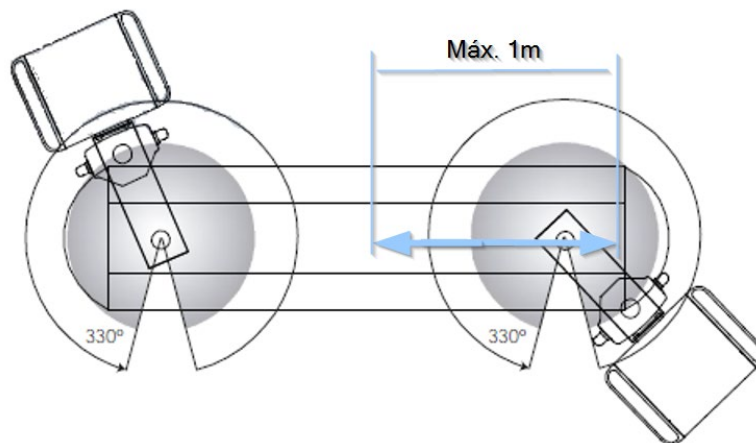

Abb. 23 Einstellung der Endanschläge für die Verschiebung. Maximaler Hub
Das System wird standardmäßig mit den beiden Anschlängen ② und der Befestigungsschraube ① geliefert, die wie in Abbildung 23 in Punkt 6.8.1 gezeigt vormontiert sind.